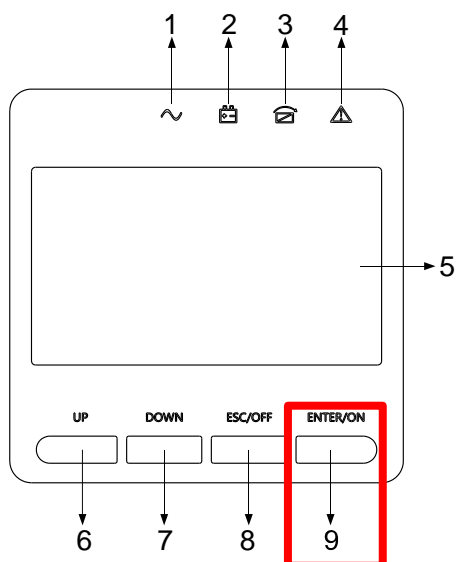

Fig. 4-3 Botón de arranque en frío
- Active los botones de arranque en frío en la posición 9 como en la Fig. 4-3.